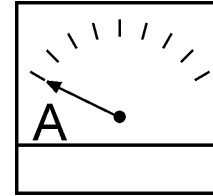

Figure 47. Ampèremètre (sans charge)
- L'ampèremètre (Figure 47) indique **zéro ampères** lorsque aucune charge n'est appliquée. Lorsqu'une charge est appliquée, l'ampèremètre indique la quantité de courant que la charge tire de la génératrice.